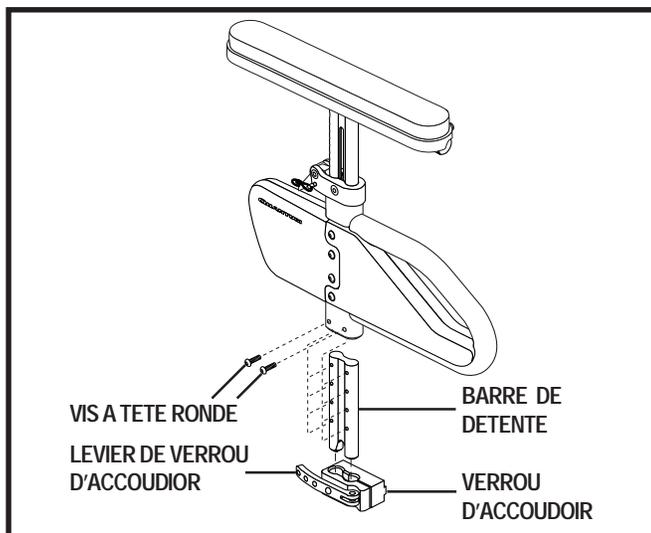

Figure 17. Réglage du bas (hauteur)
1. Retirez les deux vis bouton de la barre de détente. Voir la figure 17.